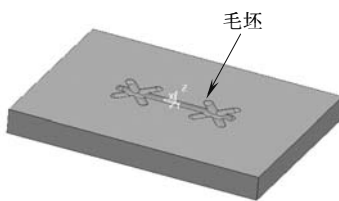

图 4-106 创建毛坯
1) 创建毛坯：在 PowerMILL 综合工具栏中单击创建毛坯按钮，打开“毛坯”表格，勾选“显示”选项，其他选项使用默认值，然后单击“计算”按钮，创建出方形毛坯，如图 4-106 所示，单击“接受”按钮，完成创建毛坯操作。